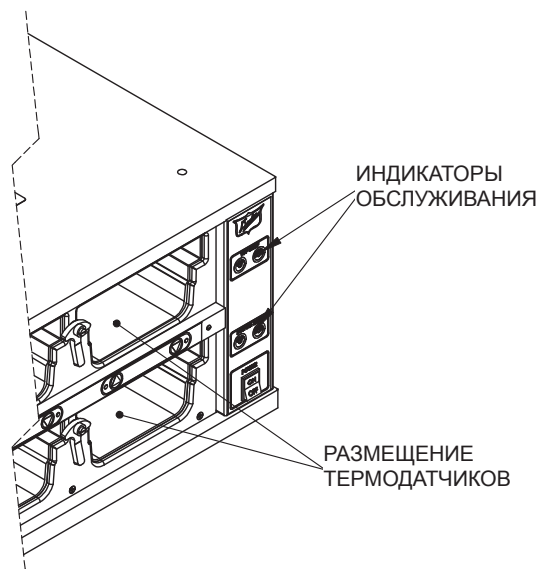

Рис. 3
Индикатор обслуживания расположен на передней панели рядом с индикатором нагрева (см. рис. 3). Он оповещает оператора о неполадках в электроцепи устройства. Если горит индикатор обслуживания, полку использовать запрещается до устранения причины неполадки квалифицированным техническим специалистом. Ниже указаны условия, которые могут привести к активации индикатора обслуживания:
4. Сначала поместите термометр на дно первого отсека в его геометрическом центре. Первый отсек – это ближайший к панели управления (см. рис. 3). Во время измерения убедитесь, что датчик плотно соприкасается с поверхностью.